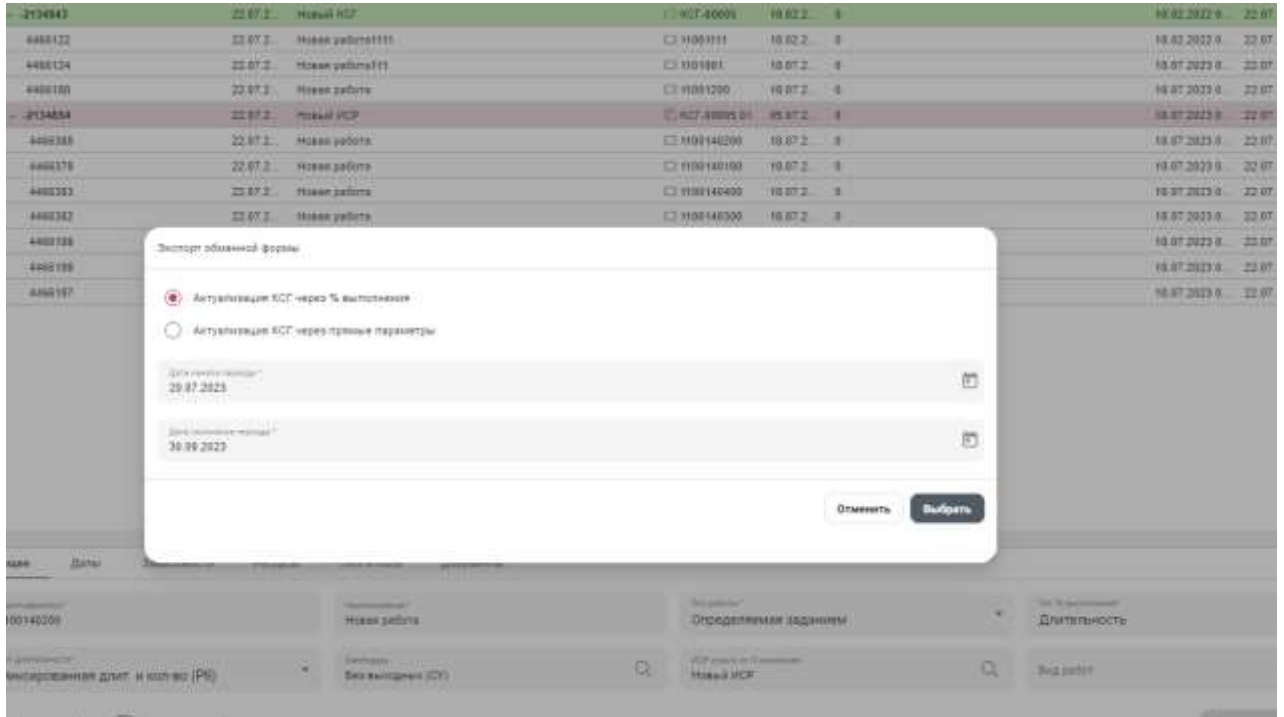

Рисунок 134– Экспорт обменной формы
2.2 Выбрать тип выгрузки ОФ «Актуализация КСГ через % выполнения» и необходимый период (Рисунок 134). Начало периода – дата последнего расчета расписания проекта (актуализации), окончание периода – дата актуализации (новой):